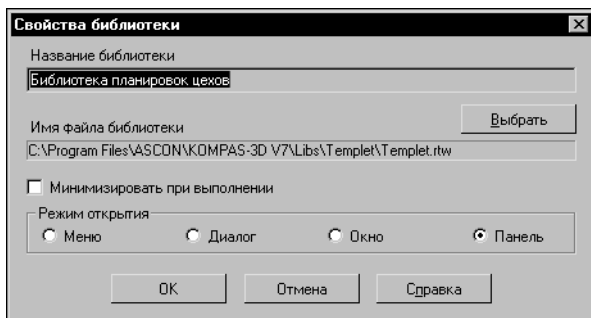

Рис. 1.7. Диалог **Свойства библиотеки**
4. В появившемся на экране диалоге **Свойства библиотеки** (рис. 1.7) выберите режим работы библиотеки.